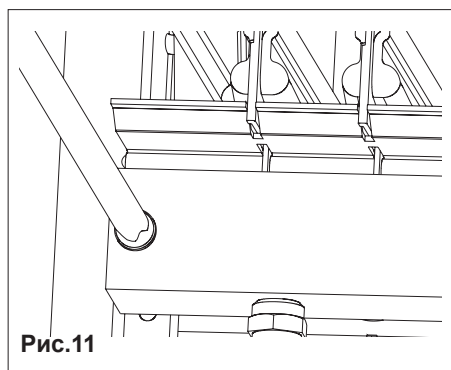

Рис.11
- открутить винты крепления диффузора (рис. 11)